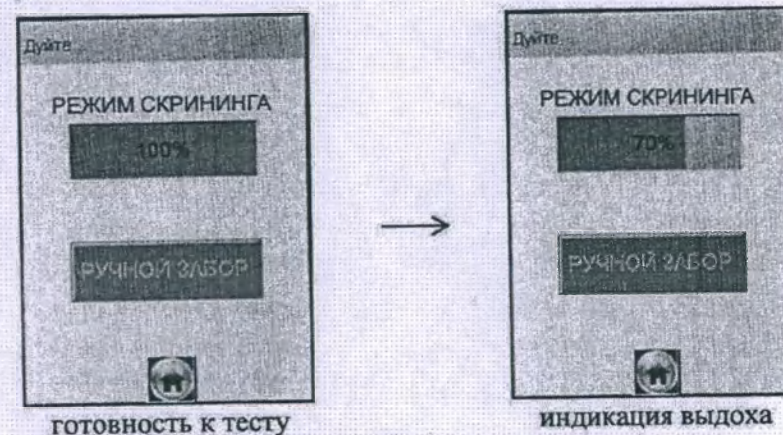

Рисунок 25 – Режим скрининга
На сенсорном экране появится сообщение о готовности к тесту (рисунок 25, слева).
2.12.6 Если обследуемый обеспечивает требуемый расход выдыхаемого воздуха, во время выдоха звучит опорный звуковой сигнал, и на индикаторе продолжительности выдоха предьявляется оставшееся время выдоха в процентах (рисунок 25, справа). Выдох целесообразно прекратить по окончании опорного звукового сигнала. Анализатор произведет автоматический отбор пробы выдыхаемого воздуха из мундштука-воронки.